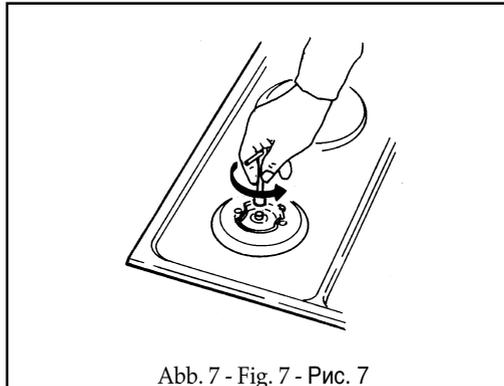

Abb. 7 - Fig. 7 - Рис. 7
(s. Abb. 7) Wenn das Gerät für einen anderen Gastyp als der vorhandene ausgelegt ist, ist folgende Vorgehensweise durchzuführen:
- die Düsen (s. Abb. 7) mit den für den vorhandenen Gastyp bestimmten Düsen (siehe Tab. "Technische Daten") ersetzen;
(Fig. 7) Should the appliance be pre-set for a different type of gas than that available, proceed as follows:
- replace the injectors (Fig. 7) with the corresponding type of gas to be used (see table "Uses characteristics").
(см. Рис. 7) Если прибор изготовлен не для такого типа газа, который имеется в наличии, необходимо выполнить следующее:
- форсунки (см. Рис. 7) заменить на те, которые соответствуют имеющемуся в наличии типу газа (см. "Технические данные")